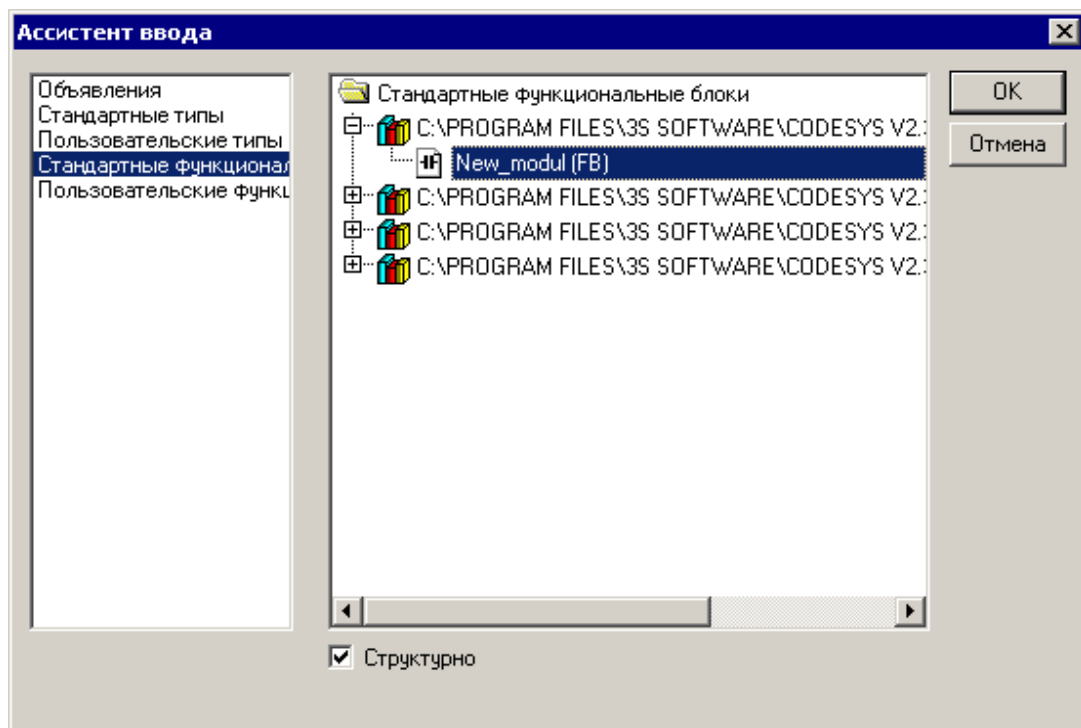

Рисунок 4.11
- 7) После этого новый функциональный блок отобразится в перечне доступных стандартных функциональных блоков окна «Ассистент ввода» и может быть добавлен в текущий проект аналогично тому, как это выполняется для функциональных блоков из состава поставляемых библиотек (см. раздел 4.2.4), см. рисунок 4.11.